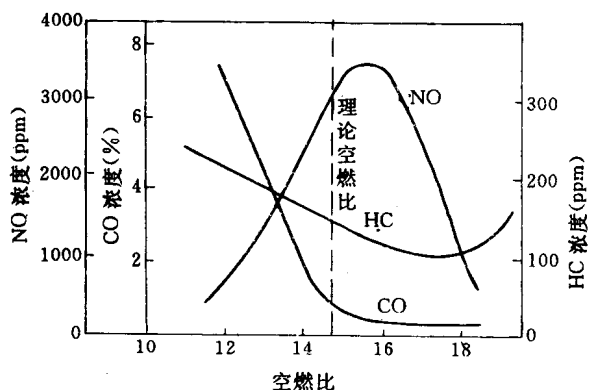

图 1-2 排气中有害排放物随空燃比变化的情况
(1) 排气中 CO 的浓度，大致上取决于空燃比。当混合气较稀，空燃比在 16 以上时，空燃比的变化对 CO 影响不大，而当空燃比小于 16 时，随着空燃比的减小，CO 的浓度便急剧增加（见图 1-2）。所以，发动机运行时，只要燃烧稳定，并使空燃比保持在 16 以上，就能把 CO 控制在最小范围。
(2) HC 是不完全燃烧的产物。如果燃烧过程中
等有机物变性,对环境造成很大的危害,所以受到排放法规的严格限制。HC 的排放浓度随着空燃比变化的情况如图 1-2 所示,当空燃比保持在 17 左右,HC 的排放浓度最低,与此相比,无论混合气变浓或变稀,HC 的浓度都增加。
(3) 发动机所排出的氮的氧化物,绝大部分是 NO,也含有少量 NO₂ 等成分,通常把它们的混合物统称为氮的氧化物 (NO_x),它们是在燃烧高温情况下空气中的氧和氮两种元素发生氧化反应而生成。它的产生条件是需要高温及富氧的环境,所以在发动机大负荷运行,燃烧比较完全的情况下,它的排放浓度就大。氮的氧化物 NO_x 随空燃比而变化的情况如图 1-2 所示,当气缸内混合气的空燃比在 16 左右时,NO_x 的排放量最多,在比之更浓或更稀的混合气中,其排放量都迅速减少。